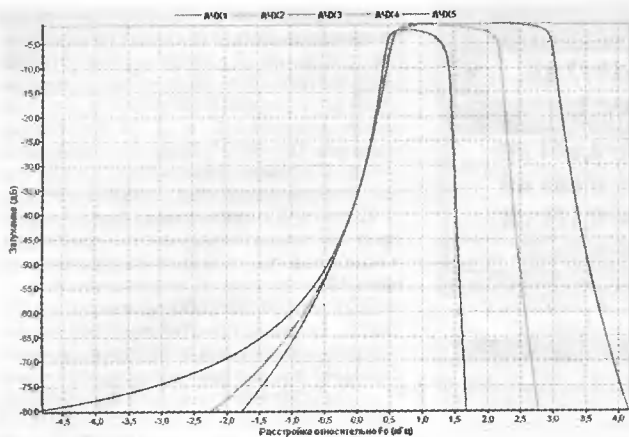

Рис. 2
Зависимость АЧХ полосы пропускания (dF — закладываемая при расчете), dF' — полученная в результате расчета), вносимого фильтром затухания (A) и коэффициента прямоугольности по уровням -6/-60 дБ (K_n) от C_s наглядно представлена на рис. 2 и в табл. 2, а от R_d — на рис. 3 и в табл. 3. В качестве примера приводятся амплитудно-частотные характеристики восьмикристалльных фильтров Чебышева (T08-10-3100) с коэффициентом отражения $K_{отр}=10$ %.